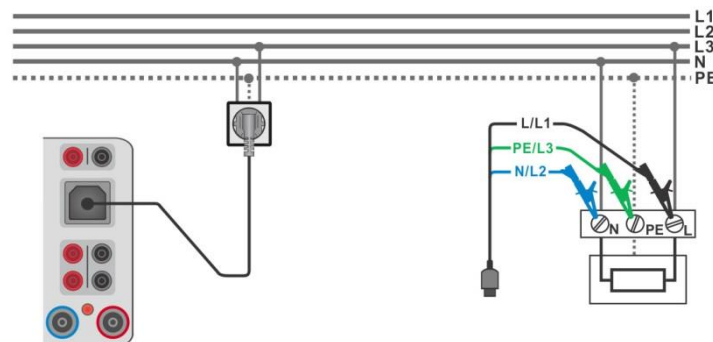

Abbildung 6.66: Anschluss des Commander-Prüfsteckers und des 3-Leiter Prüfadapters
- Verbinden Sie das 3-drahtige Prüfkabel oder das Steckerprüfkabel mit dem zu prüfenden Objekt, siehe **Abbildung 6.66**.